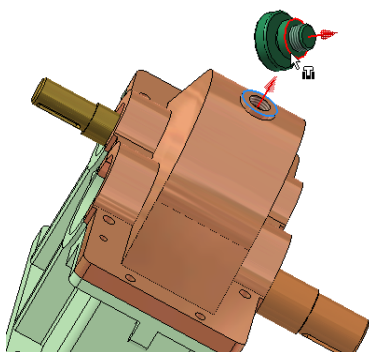

图 10-34 插入约束示意图
③对于通气器零件，也按照类似的方法进行装配即可。图 10-34 显示了添加插入装配约束时选择的零件的端面特征，同时在“放置约束”对话框中设置偏移量为零，方式选择为【反向】选项即可，单击【确定】按钮完成装配。